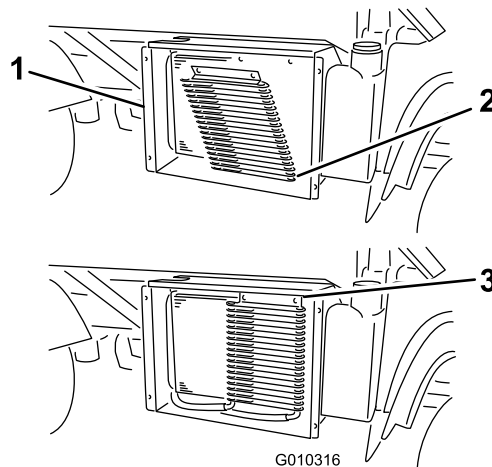

Figura 15
1. Introduzca las pestañas de montaje del enfriador en las ranuras situadas debajo del radiador (Figura 15).
2. Gire el enfriador hacia arriba y sujete la parte superior del mismo con los cierres de ¼ de giro del radiador (Figura 15).